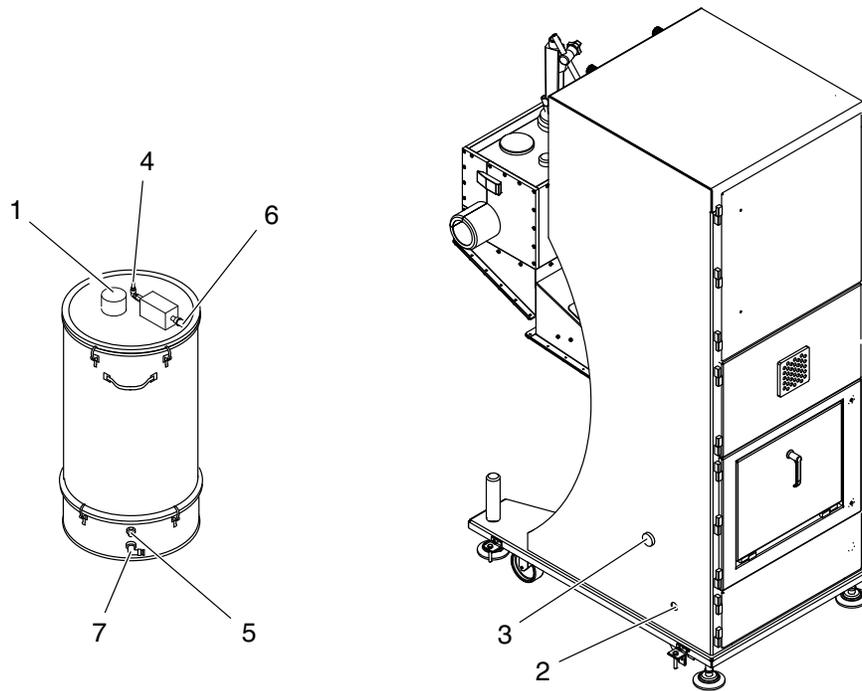
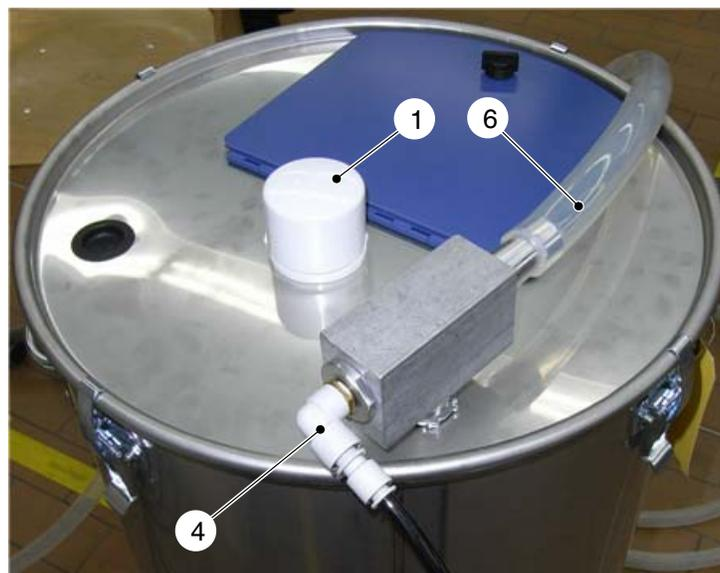
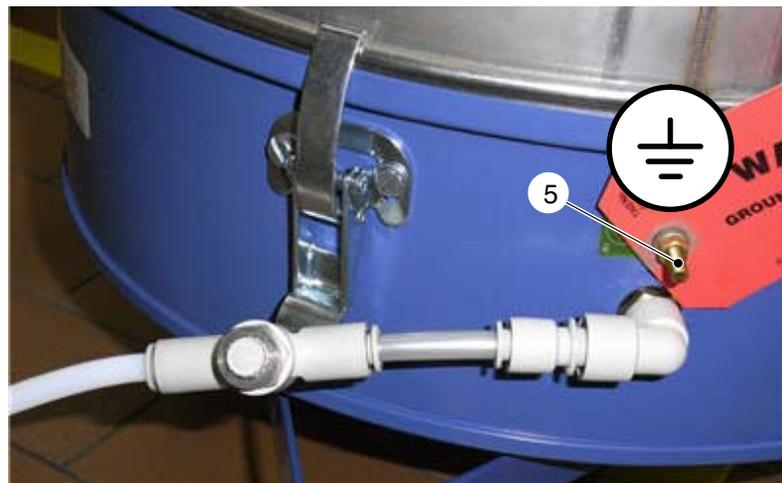

Fig. 3-19
Fig. 3-20
Fig. 3-22
1. Emmancher le capuchon (1, fig. 3-19 et Fig. 3-20) sur la trémie d'alimentation.
3. Remplacer le bouchon borgne *Trémie* (2, fig. 3-19) par le raccord passe-cloison fourni avec l'équipement dans un sachet. Fixer le raccord passe-cloison sur la paroi de l'équipement.
Raccorder le tuyau à air (6x4, bleu) de l'équipement ainsi que le tuyau à air (8x6, noir) de la pompe de transfert de poudre (4, fig. 3-19).
4. Retirer le bouchon borgne (3, fig. 3-19). L'écrou sera encore nécessaire. Fixer le raccord (dans un sachet joint à l'équipement) à la paroi de l'équipement avec l'écrou du bouchon borgne.
5. Relier la trémie d'alimentation à la terre. Raccordement de mise à la terre (5, fig. 3-19 et Fig. 3-22).